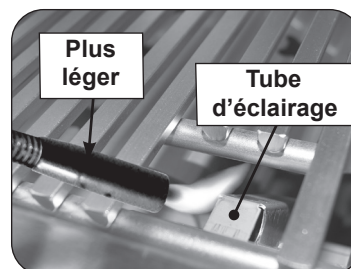
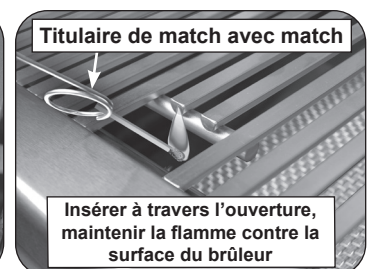

Fig. 38-2 Éclairage manuel via un tube d'éclairage
Fig. 38-3 Eclairage manuel via porte allumette
2. Passez un allumeur brûlant de butane de long-baril ou une allumette brûlante de long-tige dans la grille à cuire s'ouvrant au dessus du tube d'éclairage. (Fig. 38-2). Pour les brûleurs de dos ou les brûleurs infrarouges, maintenez la flamme contre la surface du brûleur de brûleurs arrière / infrarouge. Pour les brûleurs à charbon, maintenez la flamme près du brûleur. Les grils équipés d'un brûleur infrarouge comprennent un porte-allumette à rallonge métallique (fixé au plateau d'égouttage) pour faciliter l'éclairage manuel (Fig. 38-3).
4. Si le brûleur ne se allume pas dans les cinq (5) secondes de tourner le bouton de commande, **appuyez immédiatement sur le bouton et tournez la valve jusqu'à la position OFF**. ATTENDEZ CINQ (5) MINUTES avant de répéter les étapes 2 à 4 des instructions MANUELLES D'ÉCLAIRAGE.